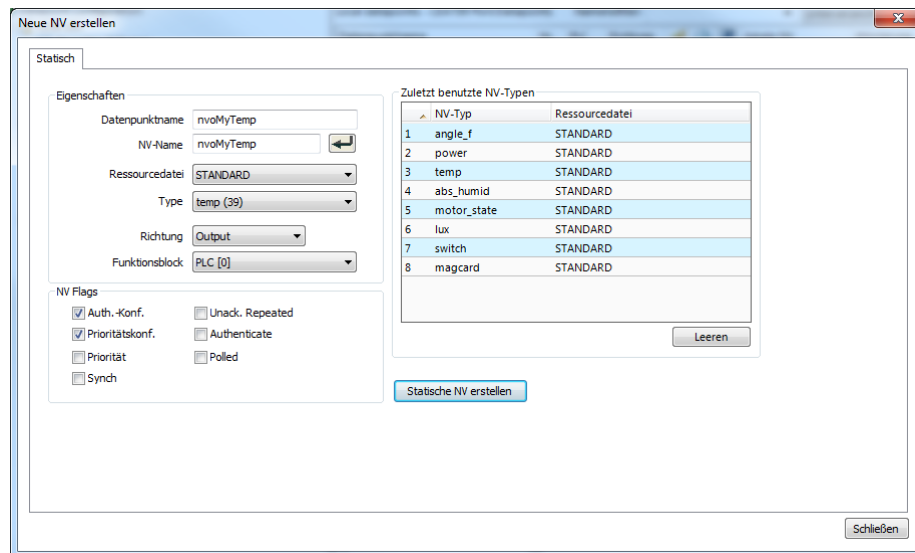

Abbildung 115: Manuelles Erstellen einer statischen NV
2. Klicken Sie mit der rechten Maustaste in die Datenpunktliste und wählen Sie **Neuer Datenpunkt...** im Kontextmenü aus. Dies öffnet den Dialog zur NV-Erstellung, wie in Abbildung 115 gezeigt wird.